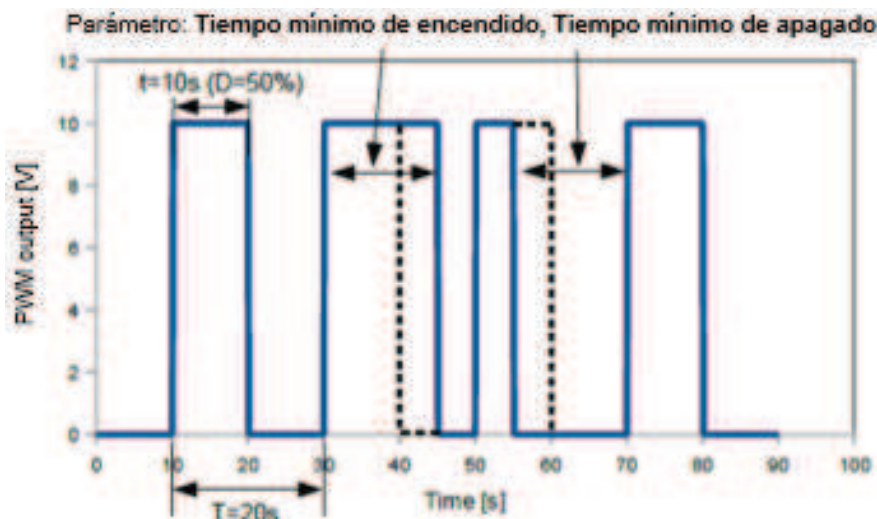

Fig. 7.94. Muestra de señal de salida del relé SSR en modo PWM.
- **Tiempo de encendido mínimo**: duración mínima de un estado alto (después de cambiar a un estado alto, la conmutación es posible después del **tiempo de encendido mínimo**), consulte la Fig. 7.94,
- **Tiempo de apagado mínimo**: duración mínima de un estado bajo (después de cambiar a un estado bajo, es posible volver a cambiar después del **tiempo de apagado mínimo**), consulte la Fig. 7.94,